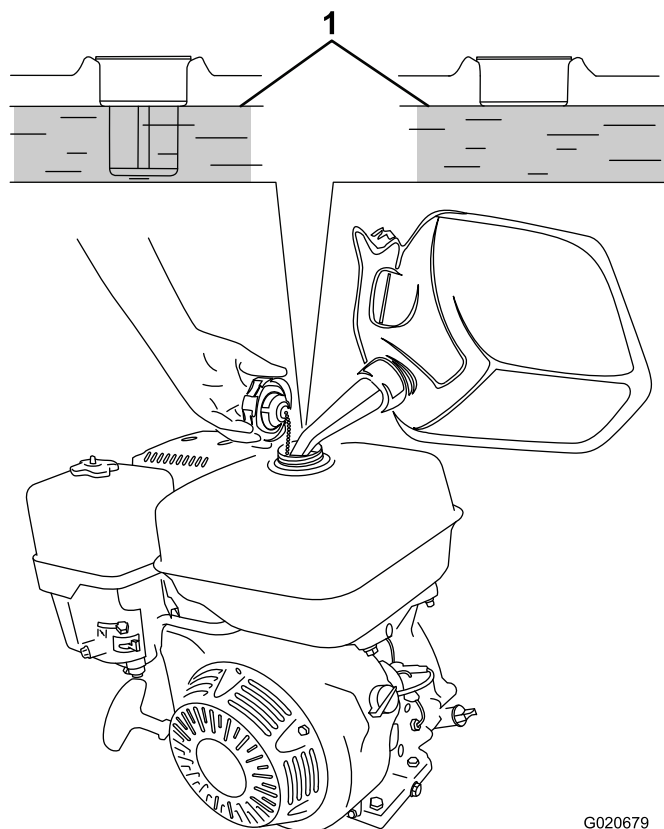

Figure 23
3. Versez du carburant dans le réservoir de carburant jusqu'à ce que le niveau atteigne le bas du niveau maximum, comme montré à la Figure 23.